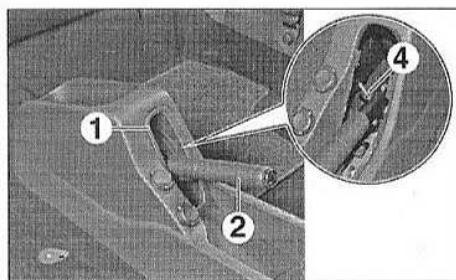

FIG.26
- Dégrafer et déposer la garniture du levier de frein de stationnement (1) (Fig.26).
- Desserrer le levier de frein de stationnement (2).